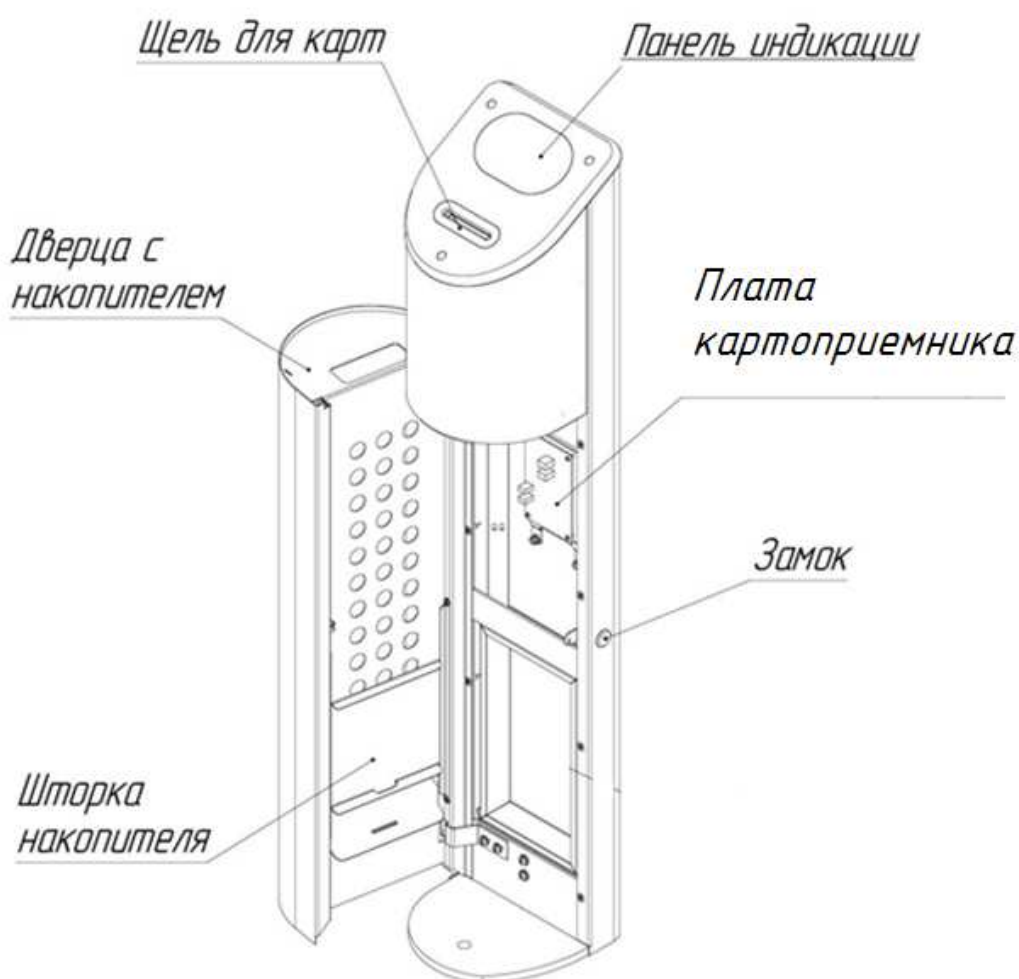

Рис. 6. Общий вид картоприемника
7.3.1. Откройте замок дверцы картоприемника с помощью ключа (рис. 6).
- откройте дверцу картоприемника с помощью ключа (Рис. 6);